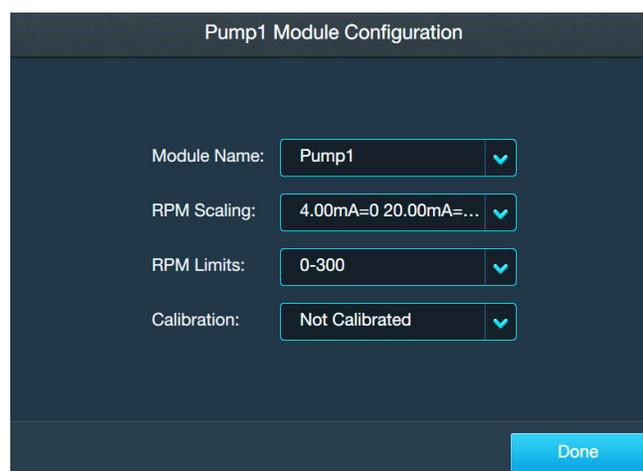

Abbildung 3.28. Bildschirm „Pump Module Configuration“ (Konfiguration des Moduls „Pumpe“).
Verwenden Sie die folgenden Informationen und Schritte, um das Modul „Pumps“ (Pumpen) zu konfigurieren. Alle nachstehend aufgeführten Felder sind in Abbildung 3.28 dargestellt. **Hinweis:** Sie können während der Konfiguration eines Moduls jederzeit im unteren Bereich des Konfigurationsbildschirms auf „Done“ (Fertig) tippen. Dadurch werden Ihre Eingaben gespeichert, und Sie können beim nächsten Öffnen der Modulkonfiguration dort weitermachen, wo Sie aufgehört haben.
1. Gehen Sie auf dem Bildschirm „Home“ (Start) der Touchscreen-Konsole zum Modul „Pumps“ (Pumpen) und tippen Sie auf „Configure“ (Konfigurieren). Der Bildschirm „Pump Module Configuration“ (Konfiguration des Moduls „Pumpen“) wird angezeigt (Abbildung 3.28). Tippen Sie auf das Feld „RPM Scaling“ (Drehzahlskalierung).